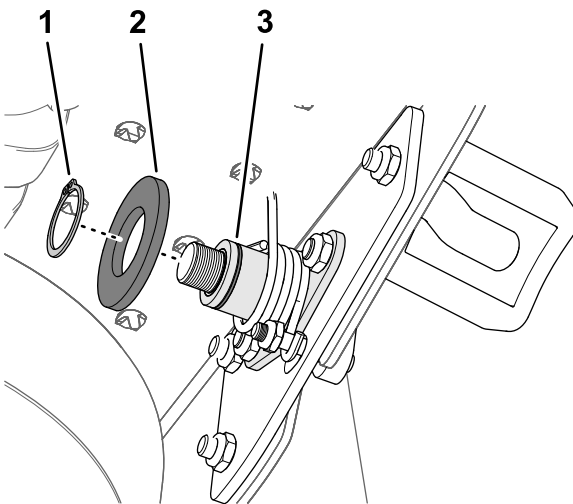

图 14
13. 使用扁平垫圈 1 1/8 x 2 英寸和卡环将扭转弹簧固定到衬板上图 14。